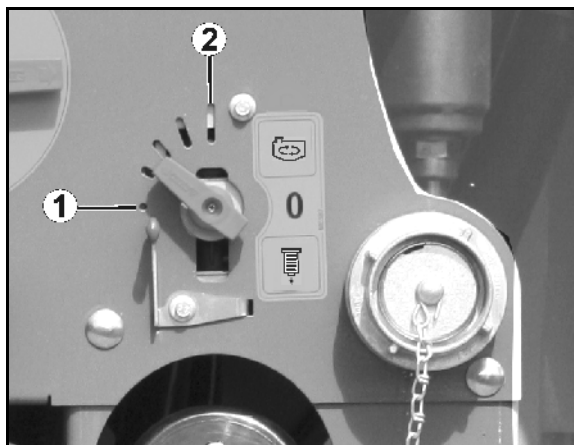

Fig. 39
Den tilkoblede omrører blander sprøjtevæsken i sprøjtevæskebeholderen og sørger for en homogen sprøjtevæske. Omrørers ydeevne indstilles vha. skiftehanen (Fig. 39/C).
- Position Fig. 39/1:
- Position Fig. 39/2: